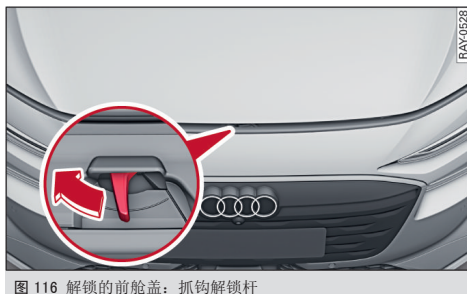

图 116 解锁的前舱盖：抓钩解锁杆
- ▶ 沿箭头方向推操纵手柄 ⇨ 图 116。这时，抓钩被开锁。
- ▶ 沿箭头方向推操纵手柄 ⇨ 图 116。这时，锁钩被开锁。